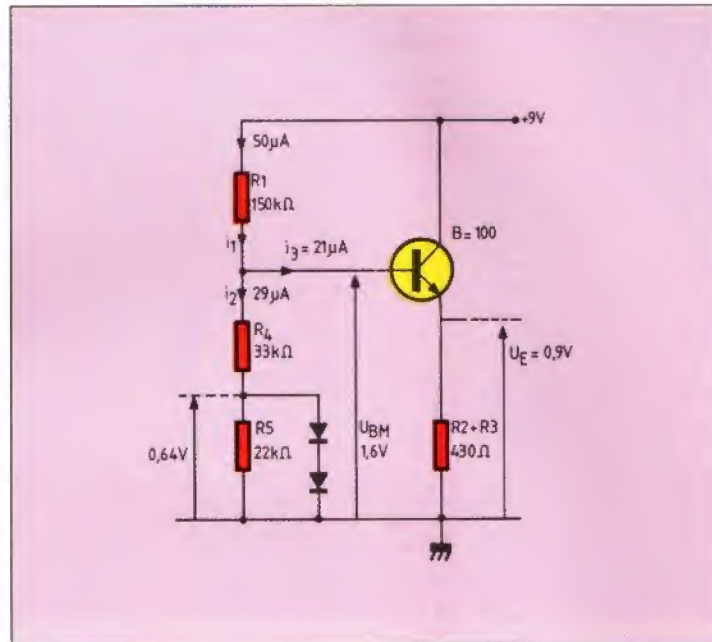

Fig. 14. — Résultat du calcul des tensions et intensités continues décrivant le fonctionnement du montage de la figure 13.
**Calcul des tensions.** La figure 14 montre le résultat d'une analyse des tensions continues du montage. On suppose le gain en courant statique du transistor égal à  $B = 100$ . La méthode des nœuds et des mailles permet d'écrire les équations.